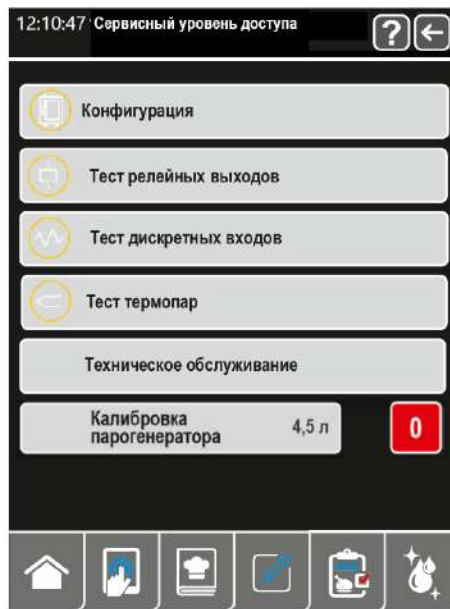

Рис.15.10 Окно Сервисный уровень доступа
5.6.5.4. В окне «Сервис» рис. 15.7 выберите «Сервисный уровень доступа». Введите пароль 0000. Отобразится окно «Сервисный уровень доступа» рис. 15.10
5.6.5.4.1 В окне «Сервисный уровень доступа» рис. 15.10 нажмите на строку Тест релейных выходов. Отобразится окно рис. 5.12. Все выходы реле на релейном контроллере ППЗ отключатся.
5.6.5.4.2 В окне «Сервисный уровень доступа» рис. 15.10 нажмите на строку Тест дискретных входов. Отобразится окно рис. 5.13.
5.6.5.4.3 В окне «Сервисный уровень доступа» рис. 15.10 нажмите на строку Тест термопар. Отобразится окно рис. 5.14. Все выходы реле на релейном контроллере ППЗ отключаться.
5.6.5.4.4 В окне «Сервисный уровень доступа» рис. 15.10 нажмите на строку Техническое обслуживание. Отобразится окно рис. 5.15.
5.6.5.4.5 В окне «Сервисный уровень доступа» рис. 15.10 в строке калибровка парогенератора имеется кнопка для её запуска. При необходимости провести новую калибровку объёма воды парогенератора нажмите кнопку .